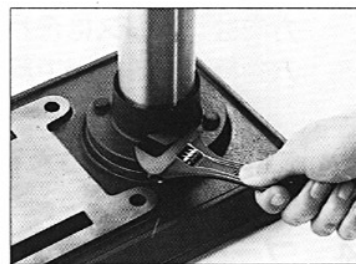

図1
- ①ベースの上に②支柱をたて、4つの穴を合わせて下さい。③12mm 径ボルトで4カ所を締めて下さい。図1